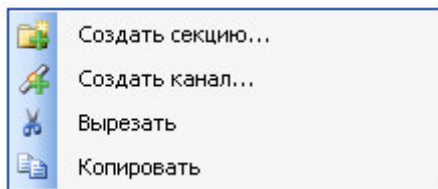

Рисунок 3.27 – Модуль MBMRTU Server (Slave). Общий вид контекстного меню
- 3 Вызвать контекстное меню и выбрать соответствующую команду (рисунок 3.27).